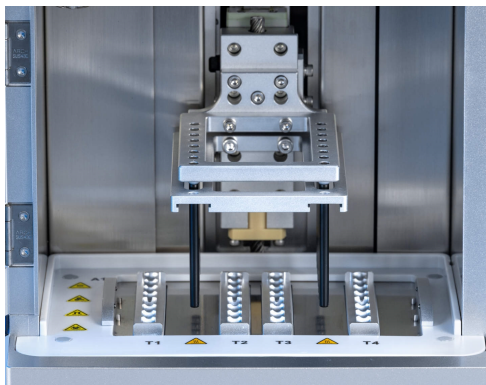

Figure 20. Position du support de cache-tiges et des barres magnétiques pour l'installation de la vis de blocage pour le transport.
3. Préparez l'instrument pour l'insertion de la vis de blocage pour le transport en déplaçant manuellement le support de cache-tiges et les barres magnétiques vers le milieu de l'instrument, puis vers le bas de l'instrument. La position finale est illustrée sur la Figure 20.